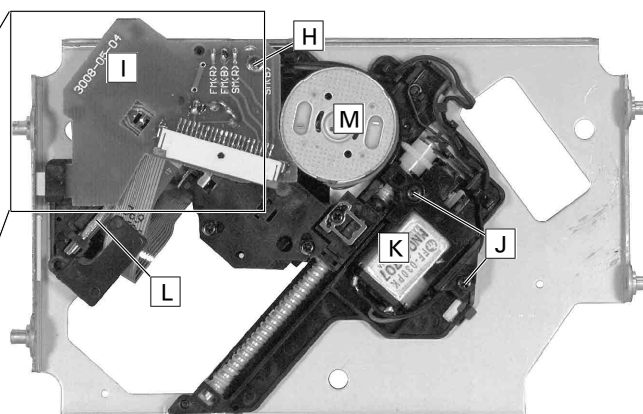
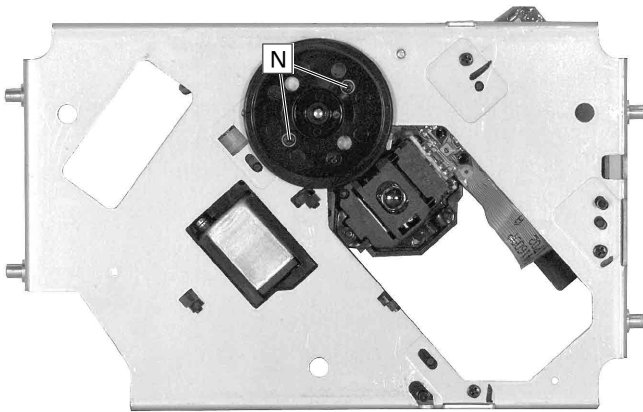

Fig. 19
Fig. 20
- Schraube **H** (Fig. 19) heraus-schrauben, Leiterplatte **I** abnehmen und Flexprintstecker öffnen.
- 2 Schrauben **J** heraus-schrauben und Motor **K** mit Halterung herausnehmen (Fig. 19).
- Pick-Up-Einheit aus der Führung **L** (Fig. 19) herausziehen und entnehmen.
- Undo screw **H** (Fig. 19), take off the board **I** and open flexprint connector.
- Undo 2 screws **J** and take out motor **K** with its holder (Fig. 19).
- Take out the pick up unit off its guide **L** (Fig. 19).
10. Drehteller-Motor M (Fig. 19) ausbauen
- 2 Schrauben N (Fig. 20) herausschrauben und Motor M (Fig. 19) mit Drehteller herausnehmen.
10. Removing the turn table motor M (Fig. 19)
- Undo 2 screws N (Fig. 20) and take out motor M (Fig. 19) with the turn table.